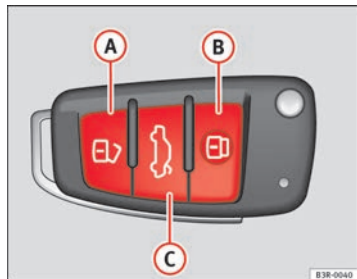

Fig. 77 Llave de control remoto: Teclas
- Pulse la tecla **A** → fig. 77 durante aproximadamente 1 segundo.